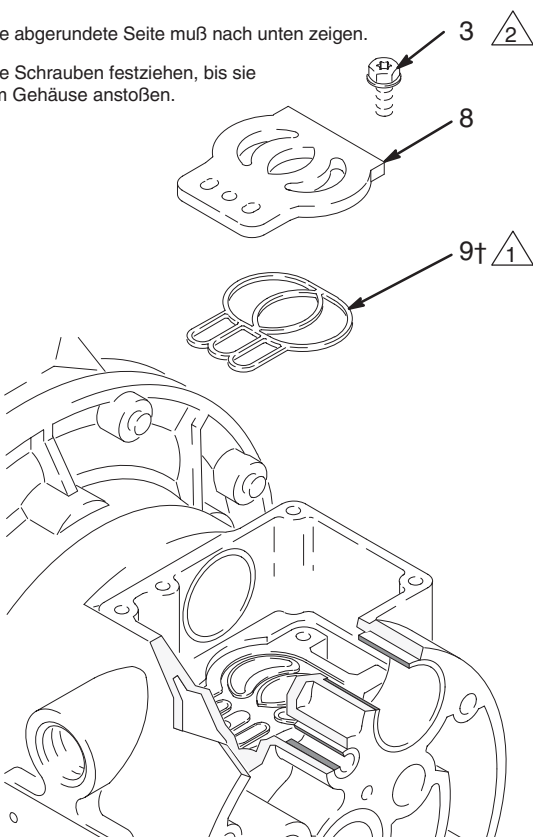

Abb. 10
5. Die Ventilplatte (8) im eingebauten Zustand überprüfen. Ist sie beschädigt, mit einem Torx (T20)-Schraub-zieher oder 7 mm Steckschlüssel die drei Schrauben (3) lösen. Die Ventilplatte (8) und Dichtung (9) ausbauen. Siehe Abb. 10.
2. Die Dichtung der Ventilplatte (9†) in die Nut unten im Ventilhohlraum einlegen. Die gerundete Seite der Dichtung **muß nach unten** in die Nut weisen. Siehe Abb. 10.
3. Die Ventilplatte (8) in die Kammer einbauen. Die Platte ist umkehrbar, so daß jede Seite nach oben zeigen kann. Die drei Schrauben (3) mit einem Torx (T20)-Schraubenzieher oder einem 7 mm Steckschlüssel eindrehen. Festziehen, bis die Schrauben am Gehäuse anstoßen. Siehe Abb. 10.